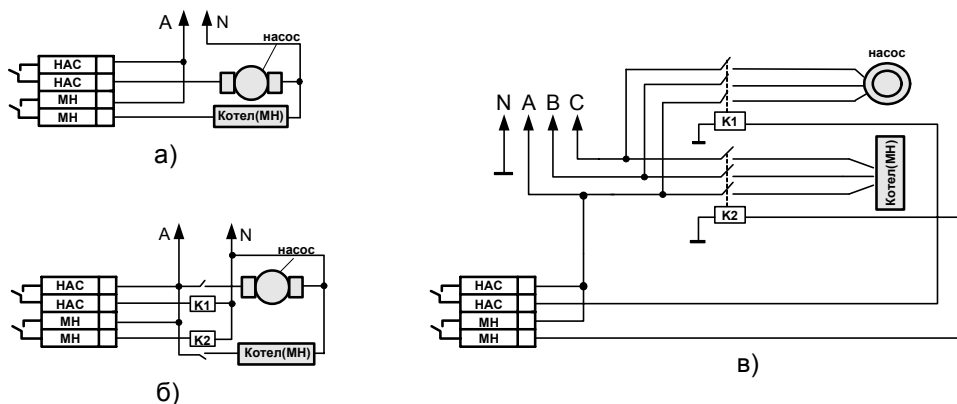

Рис.1
управления (см. Приложение Б Рис.1):
2.2.3 Вид пульта изнутри показан в Приложении Г Рис.1 На задней стенке расположены:
В процессе работы на этом выходе контакты реле замкнуты пока в порядке датчики: «НИЗКОЕ Р(Па) ВОДЫ В КОТЛЕ», «ВЫСОКАЯ Т(°С) ВОДЫ В КОТЛЕ», «НАРУШЕНИЕ ЭЛЕКТРОСНАБЖЕНИЯ». Как только срабатывает любой из этих датчиков, то контакты реле размыкаются отключая питание модуля нагрева. Если не включен ни один из насосов, реле управляющее питанием модуля нагрева не включается. Варианты подключения питания котлов (модулей нагрева) см. рис.1.
Варианты подключения питания насосов см. Рис. 1.
Переход в требуемый режим программирования осуществляется из соответствующего ему режима просмотра (т.е. переход в режим программирования адреса устройства осуществляется только из режима просмотра адреса). Текущий режим программирования индицируется миганием соответствующего светодиода. В режимах «Программирование 1», «Программирование 2» установки программируются изменением положения DIP-переключателей (см. Рис.1 Приложение В) (например: для активации датчика № 4 «ДАВЛЕНИЕ (ПА) ГАЗА НИЖЕ НОРМЫ» необходимо переключить DIP – переключатель №4). При этом, светодиоды №1-16, соответствующие датчикам №1-16, индицируют перечень датчиков, от которых активируются выходы «Клапан» и «Реле».